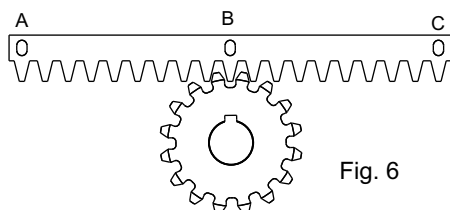
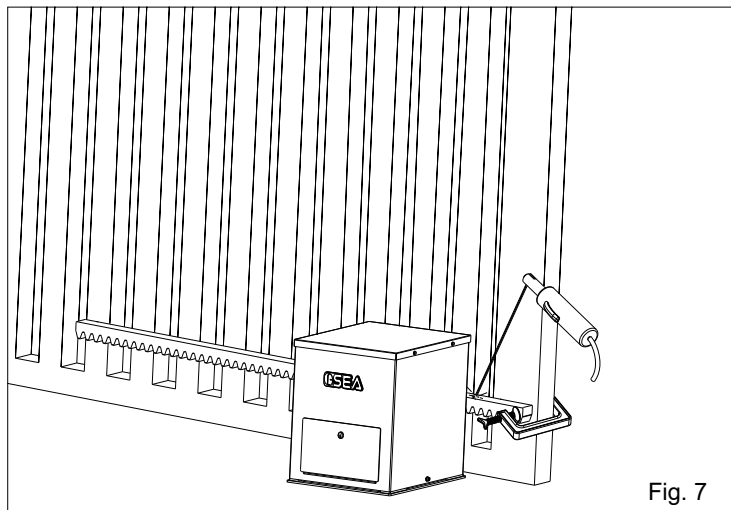

Fig. 6
Fig. 7
**5.3.** Apoyar el elemento de cremallera al piñon dentado del motoreductor en modo que resulte paralela la guia a nivel del suelo de la cancela y posicionandolo como en Fig. 6 y puntar con electrosoldadura la lengüeta central B a la estructura de la cancela (Fig. 7).